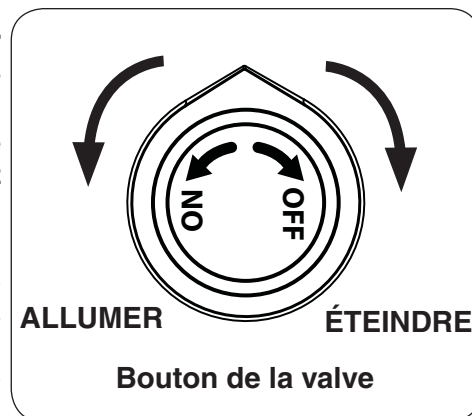

Fig. 20-2
4. **Tout en maintenant le bouton d'allumage dans, vérifiez que l'électrode est étincelles.** Ensuite, tournez la commande de gaz dans le sens anti-horaire à la position **ON (allumer)**, appuyer et maintenir pendant 15 secondes (voir Fig. 20-2). Votre brûleur doit allumer.
Pour éteindre le brûleur à gaz, appuyer sur le bouton de contrôle du gaz et tourner dans le sens horaire à la position **OFF (éteindre)** (voir Fig. 20-2). Assurez-vous que le bouton de commande est tourné complètement hors tension pour éviter toute fuite de gaz.